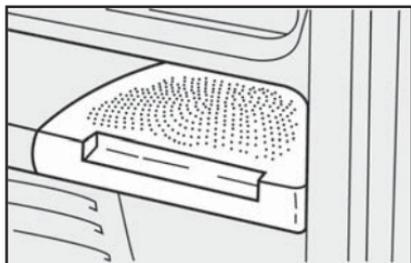

fig. 115
- Sede para os alto-falantes traseiros **fig. 115**.
- Alto-falantes traseiros (algumas versões) **fig. 115**.